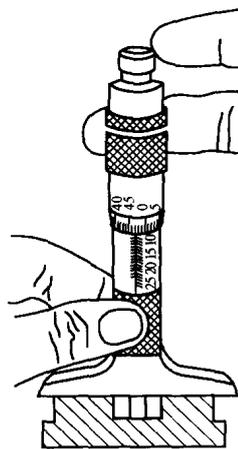

图 1-15 深度千分尺
(2) 深度千分尺 深度千分尺用来测量工件台阶长度或槽和孔的深度。它的结构与外径千分尺相同，但它的测微螺杆长度可根据工件尺寸不同进行调换。如图 1-15 所示。